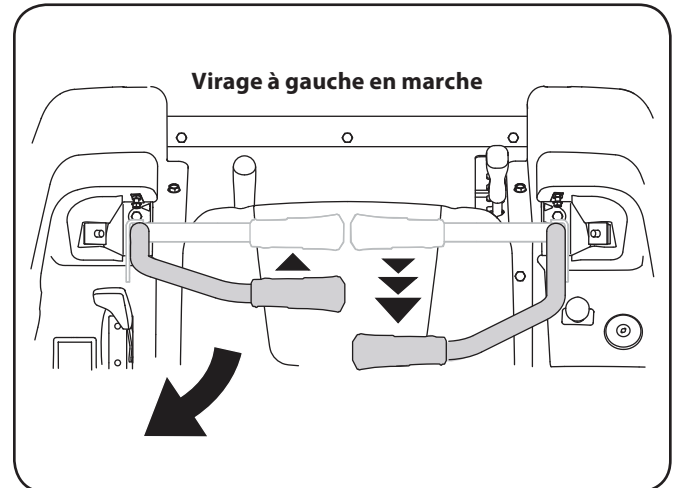

Figure 5-7
1. Pour tourner à gauche en reculant, poussez le levier gauche en avant du levier droit. Voir la Figure 5-7.